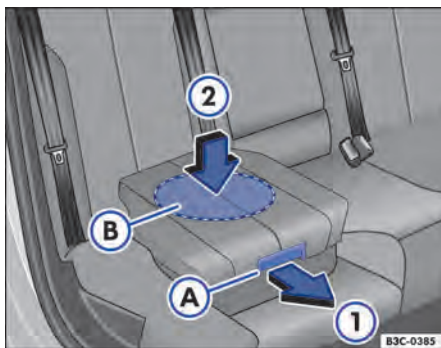

Fig. 87 Cadeira de criança integrada: rebater o estofamento do banco de volta.
- Pela alavanca de destravamento ⇒ Fig. 87 **A**, puxar o estofamento do banco para frente no sentido da seta **1**.
Ao rebater a cadeira de criança integrada de volta, pressionar somente no meio do estofamento do banco ⇒ Fig. 87 **2**. Caso contrário, o estofamento do banco pode emperrar e não ser travado de maneira segura.